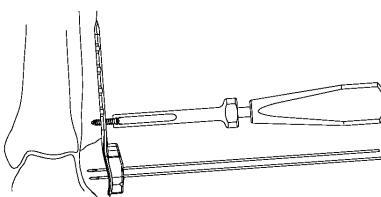

図11
- 10) 選択した長さの3.5 コーティカルスクリュー (S) を、ホールディングスクリュースリーブで把持し、ヘクスローブ15 ドライバーを用いて挿入します。(図11)